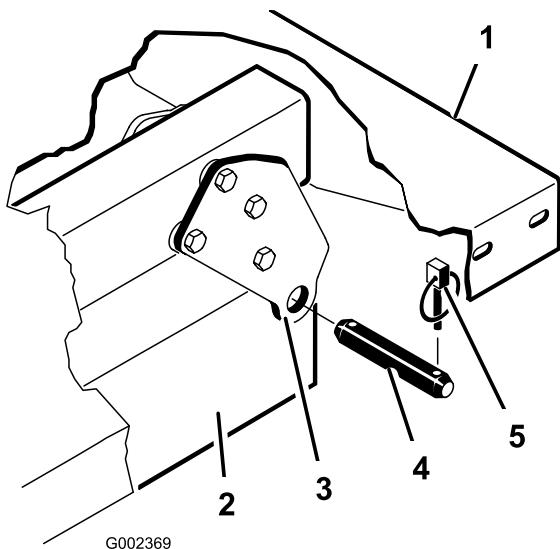

Bild 12
- Nehmen Sie die Lastösenbolzen ab, mit denen die Zylinderstangenenden an den Pritschenbefestigungsplatten befestigt sind. Drücken Sie die Bolzen hierfür nach innen (Bild 12).
- Nehmen Sie die Klappstecker und die Lastösenbolzen ab, mit denen die Schwenkhalterungen an den Rahmenkanälen befestigt sind (Bild 12).
Hinweis: Achten Sie darauf, dass die Schwenkplatten am Pritschenrahmen bzw. -kanal so festgeschraubt sind, dass das untere Ende nach hinten abgewinkelt ist (Bild 12).
2. Setzen Sie die Pritsche vorsichtig auf den Fahrzeughrahmen. Richten Sie die hinteren Schwenkplattenlöcher der Pritsche mit den Löchern am hinteren Rahmenkanal aus und montieren Sie die (2) Lastösenbolzen und Klappstecker (Bild 12).
3. Befestigen Sie bei abgesenkter Pritsche jedes Ende der Zylinderstange mit einem Lastösenbolzen und einem Klappstecker an den entsprechenden Einschüben in den Befestigungsplatten der Pritsche. Setzen Sie den Lastösenbolzen von der Außenseite der Pritsche ein, der Klappstecker sollte nach außen zeigen (Bild 12). Die hinteren Einschübe sind für die Montage der großen Pritsche und die vorderen Einschübe sind für die Montage der 2/3 Pritsche gedacht.